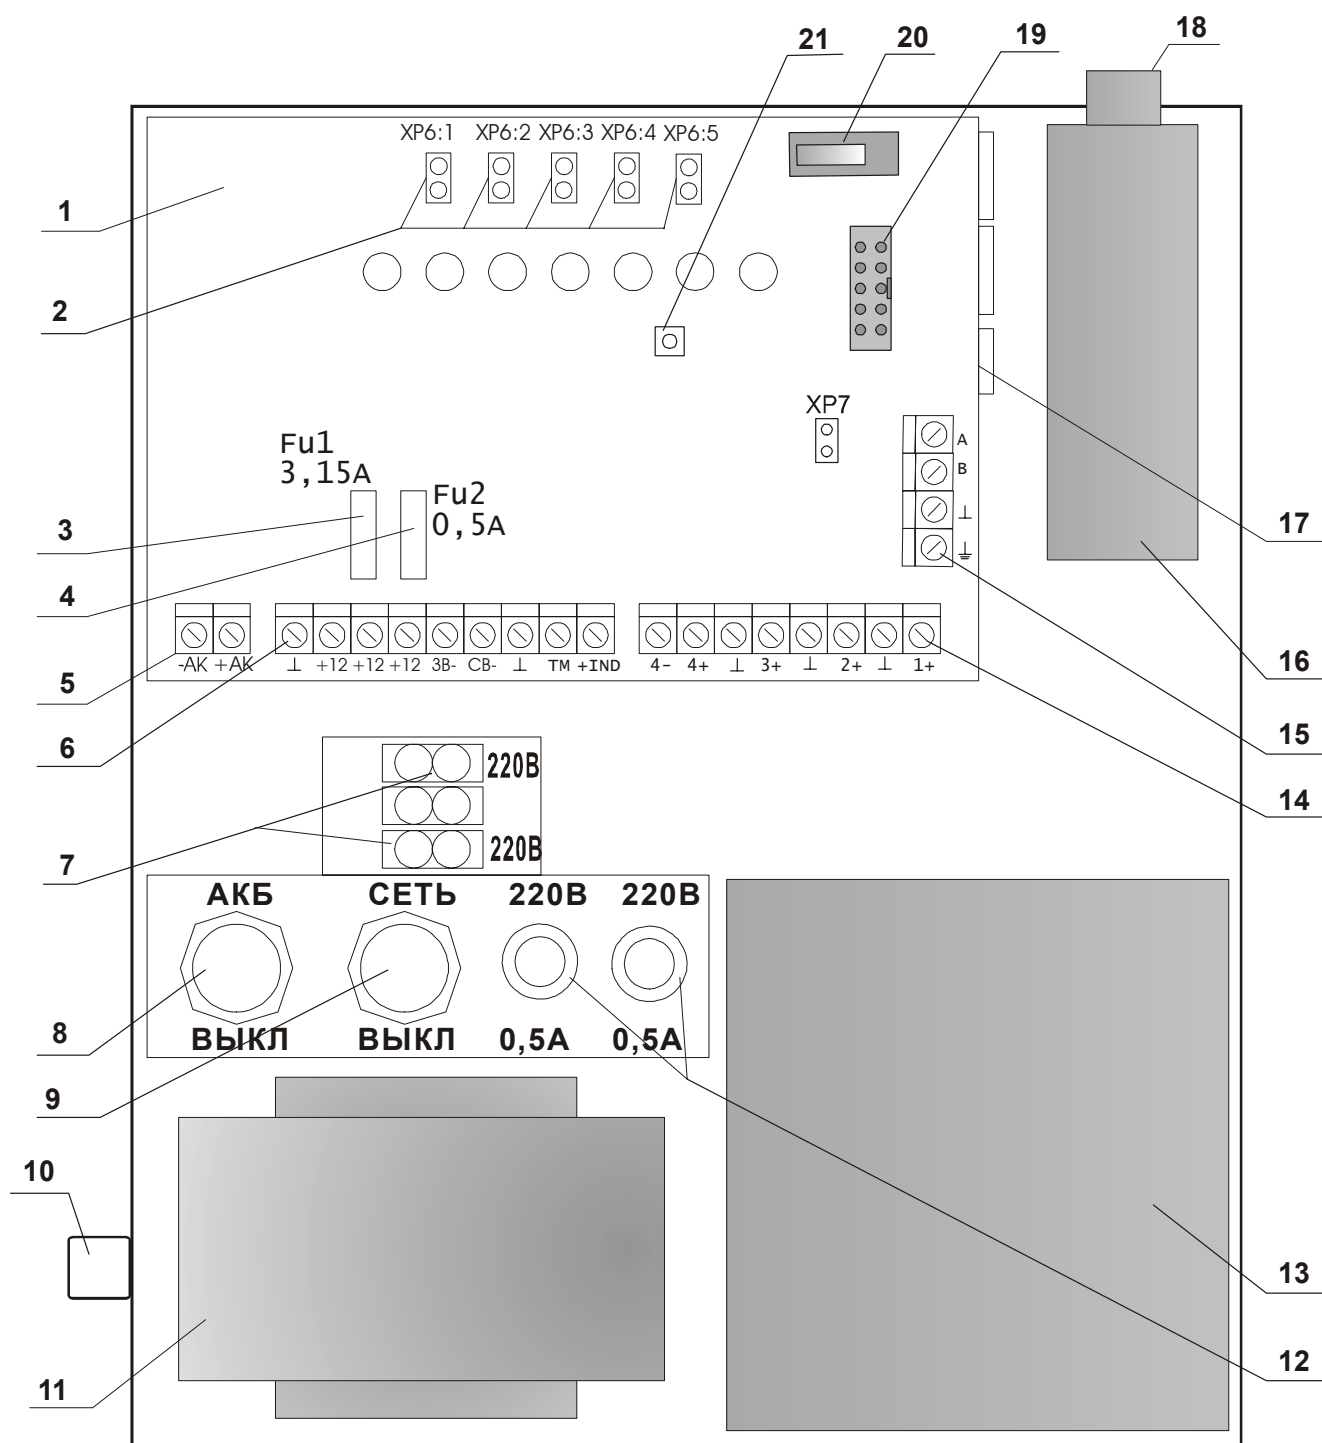

Рисунок 2 - Размещение узлов в кожухе прибора «Радиус-4»
1.4.1.2 В кожухе смонтированы (рисунок 2): печатный узел, радиопередатчик, трансформатор питания.